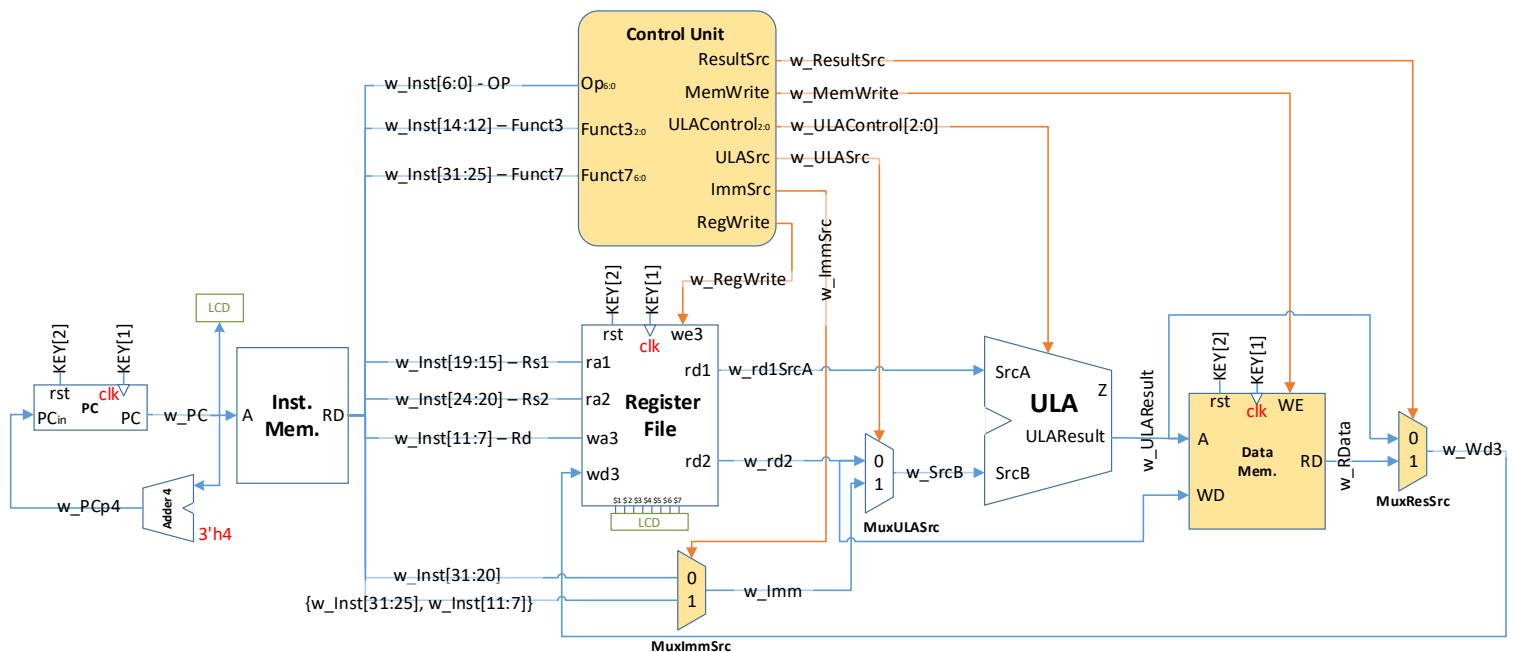

Figura 2 – Processador V0.2
- A fim de completar a próxima versão da CPU v0.2, todos os módulos desenvolvidos até agora devem ser **instanciados** e **conectados** conforme o circuito da Figura 2.